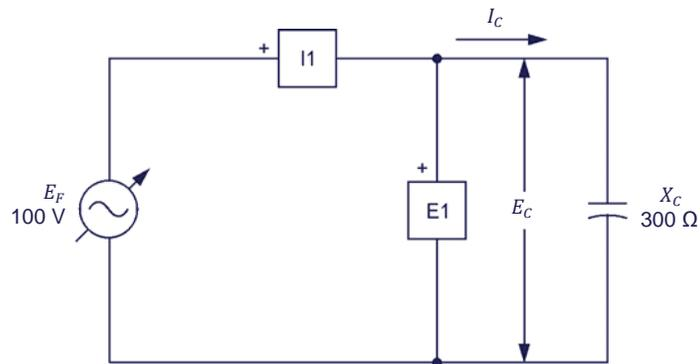

Figura 3-7. Circuito ca con un condensador y configurado para realizar mediciones de potencia.
34. Monte el circuito mostrado en la figura 3-7.